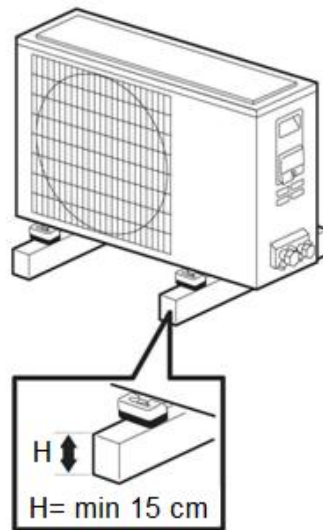

Fig.18
- Monter sous l'unité extérieure les pieds en caoutchouc et placer l'unité sur un rehaussement d'au moins 15 cm comme indiqué à la fig. 18.